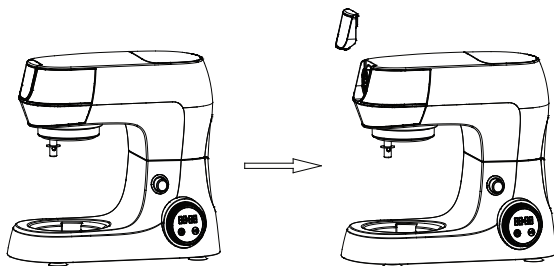

Рисунок 1
2. Снимите с гнезда для мясорубки (12) защитную крышку (11) (см. рис. 1).